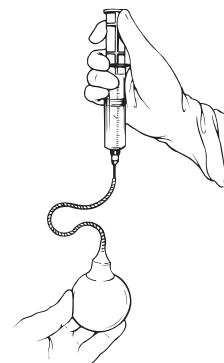

Рисунок 4-10
2. Держа резервуар в руке, подсоедините тупоконечную иглу 15 калибра и шприц объемом 60 сс, частично заполненный стерильным физиологическим раствором, к резервуару (**рисунок 4-10**).